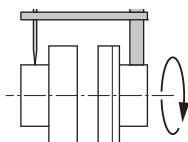

Fig. 10: Verificarea aliniamentului radial cu un comparator
- Fixați un ceas de măsurare pe unul din cuplaje sau pe arbore (vezi fig. 10). Pistonul ceasului de măsurare trebuie să fie așezat pe coroana celeilalte jumătăți a cuplajului (vezi fig. 10).